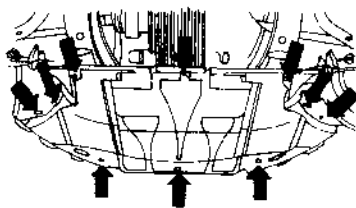

图2-4 拆下油底壳防护底板
(1) 检查车辆是否安装了带有编码的控制器,如果有安装应先查询控制器编码。
(2) 关闭点火开关,拔下蓄电池负极搭铁线。
(3) 松开或断开所有电缆插头,安装时须重新接到原位置。
(4) 拆下防护底板,如图2-4所示。
(5) 拆下前保险杠。
(6) 在发动机下放置一个收集盘,打开冷却液储